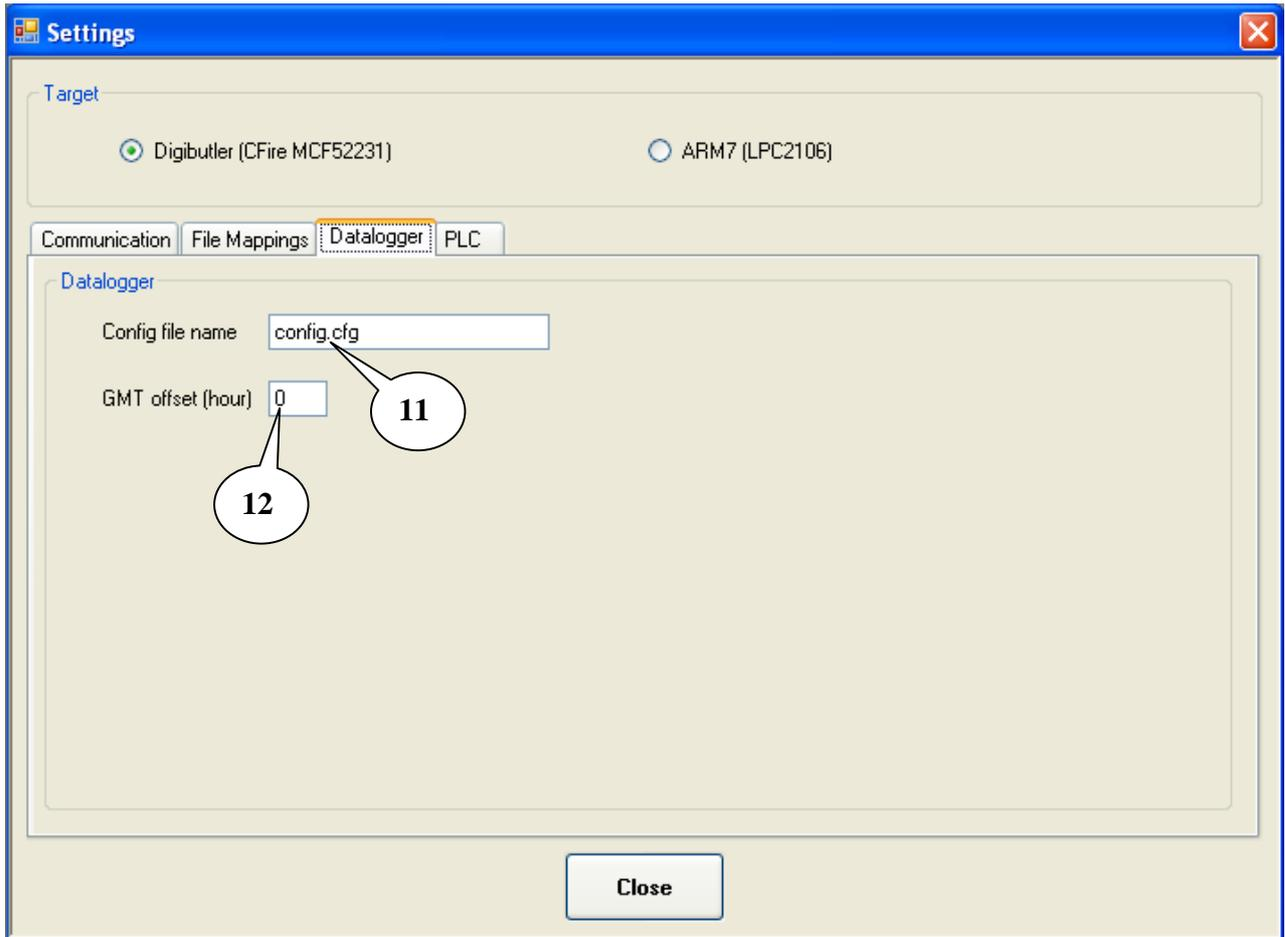

Figure 2-3
- Configuration de l'accès au Datalogger (Figure 2-3)